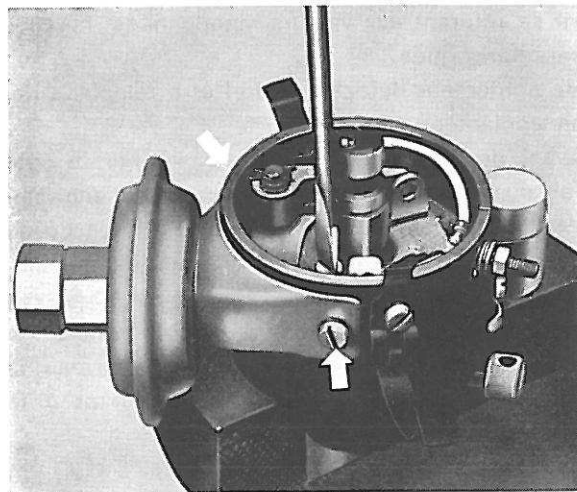

Figure 68. Démontage du régulateur à dépression
2. Démontez le régulateur à dépression s'il en existe en enlevant les vis comme le montre la figure 68 et en déposant ensuite le régulateur.